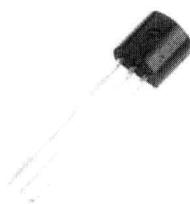

图 1-2 塑料封装小功率三极管
(1) 塑料封装小功率三极管。图1-2所示是塑料封装小功率三极管，也是电子电路中用得最多的三极管，它的具体形状有许多种，3根引脚的分布也不同。小功率三极管在电子电路中主要用来放大信号电压和做各种控制电路中的控制器件。